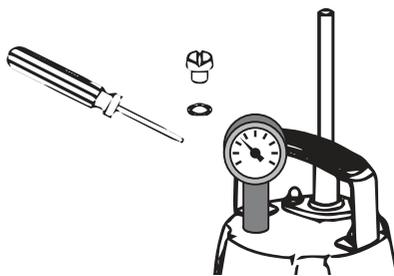

Рис. 7
4. *Проверка герметичности.* Данную проверку следует проводить совместно с заменой масла, после его слива из масляной камеры. Выкрутите винт-пробку на крышке электродвигателя (рис. 7). В освобожденное отверстие установите манометр или компрессометр. С помощью компрессора или насоса для опрессовки подайте на 30 секунд давление 0,2 МПа в отверстие для слива/залива масла. Контролируйте процесс по показаниям на измерительном приборе.